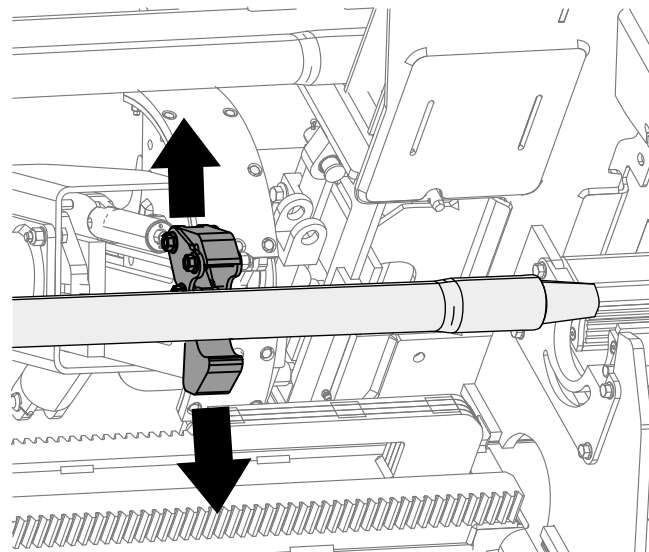
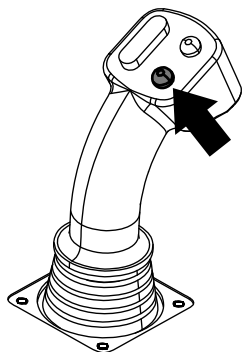

Рисунок 36
Рисунок 35
10. Удерживайте нажатой нижнюю кнопку на джойстике (Рисунок 35), чтобы отпустить трубу (Рисунок 36), и отпустите кнопку.